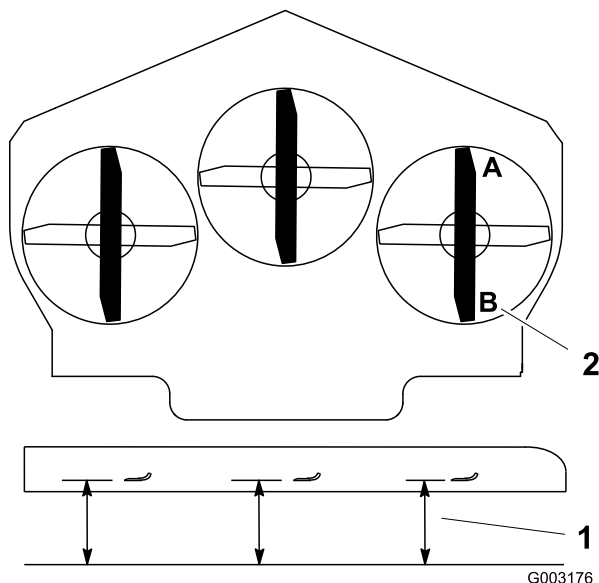

Bild 77
1. Stellen Sie das rechte Schnittmesser in Längsrichtung (Bild 77).
2. Messen Sie das rechte Messer an der Stelle **A** von einer ebenen Oberfläche bis zur Schnittkante der Messer (Bild 77).
4. Messen Sie das rechte Messer an der Stelle **B** von einer ebenen Oberfläche bis zur Schnittkante der Messer (Bild 77).
6. Das Schnittmesser sollte an Stelle **A** 6 mm bis 10 mm niedriger sein als an Stelle **B** (Bild 77). Sollte die Einstellung nicht richtig sein, machen Sie mit den folgenden Schritten weiter.